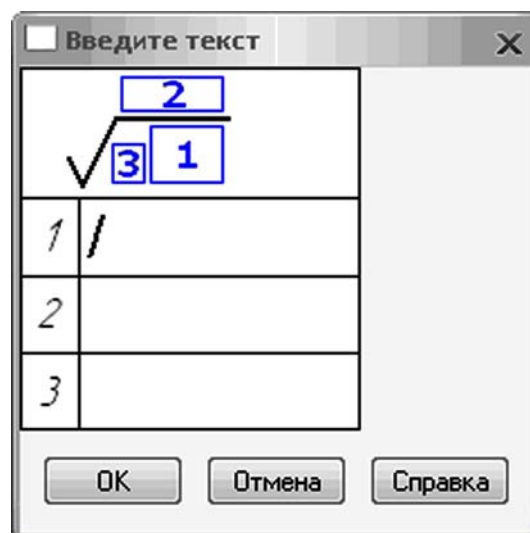

Рис. 2.25. Дополнительное диалоговое окно
- при нажатии на поле *Текст* открывается дополнительное диалоговое окно (рис. 2.25). В первой строке указывается значение шероховатости, во второй — тип обработки, в третьей — направление. Двойной щелчок левой кнопкой мыши в соответствующей строке вызывает ещё одно дополнительное окно, в котором выбираем необходимую нам информацию;